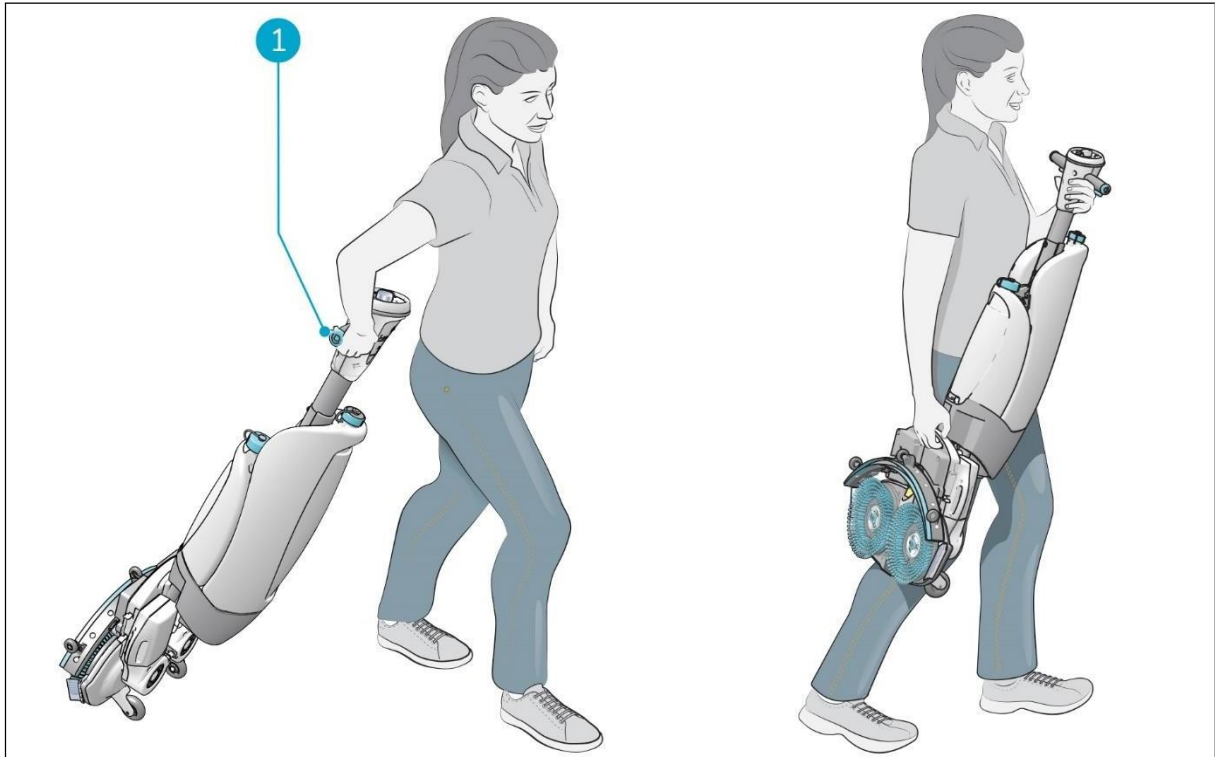

Figura 14
2. Sujete la empuñadura con una mano (figura 14, punto 1).